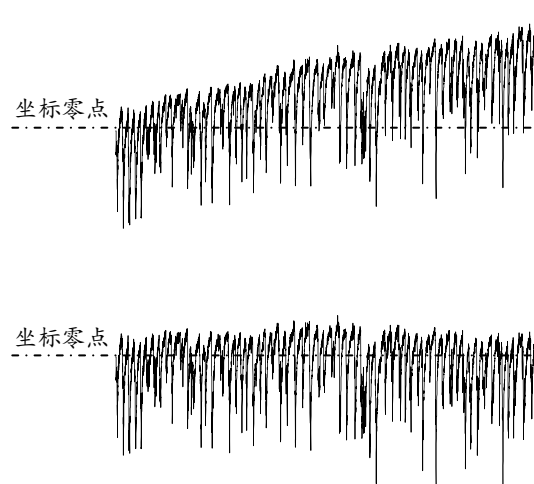

图 4. Clampfit 基线调零功能——去除斜率法
**（2）Subtract slope of（去除斜率法）：**设坐标零点的斜率为 0，通过减去选择区域的斜率（使之成为 0）达到基线调零的目的（图 4）。适合于基线持续向一个方向线性漂移的数据。